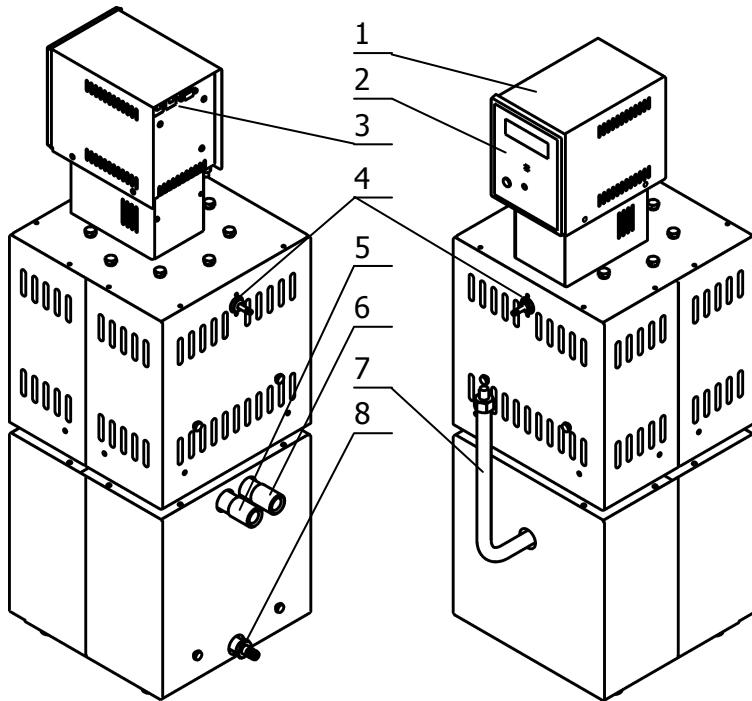

Рисунок 1 — Внешний вид термостата «ВТ-400»
В процессе работы термостата на дисплее 9 отображается температура теплоносителя, значение уставки (задание), мощность нагрева, текущее время и дополнительная служебная информация. Установка режимов работы термостата осуществляется органами управления, расположенными на лицевой панели 2 (рисунок 1).
2.2.3 Подключить термостат к внешнему потребителю, выполнив необходимые шланговые подсоединения к штуцерам 5 и 6 (рисунок 1). Объем заполнения шланговых соединений и внешнего потребителя должен быть известен.
*имеет достаточно большой объем. В случае переполнения возможна утечка горячего теплоносителя через штуцеры газового затвора 4 (рисунок 1).*
2.2.9 Подключить один из штуцеров газового затвора 4 (рисунок 1) к источнику инертного газа (аргона) для предотвращения окислительной деструкции теплоносителя. Расход газа подобрать экспериментально.